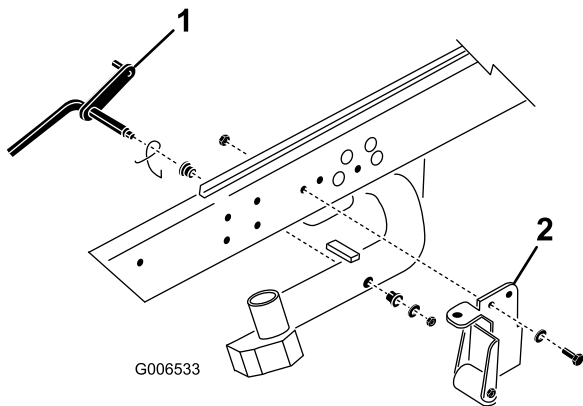

Figure 3
1. Enlevez le contre-écrou et la rondelle qui fixent la tige de pivot au bras de levage n° 2 (Figure 3). Enlevez la tige de pivot et le ressort du bras de levage. Répétez la procédure pour les bras de levage n° 1 et 3.
Remarque: Le support avec galet et les autres supports du dispositif de basculement ne sont pas nécessaires pour utiliser les plateaux de coupe DPA (Figure 3).